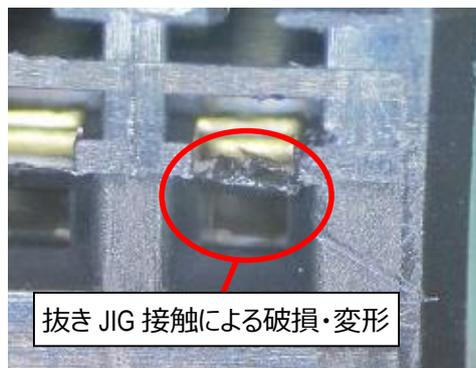

図 35. 抜き JIG 接触による破損・変形
- ①メス端子引き抜き作業時に端子抜き JIG やメス端子をこじらないで下さい。又、メス端子を引き抜いた場合はメス端子・メスハウジングに破損・変形等がない事を確認して下さい。(図 35 参照)